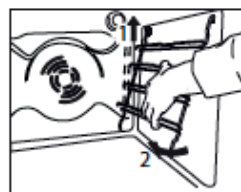
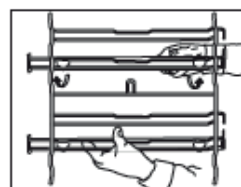

Fig. 1
Fig. 3
Noul dumneavoastră aragaz este dotat cu 2 suporturi cromate pentru grătare, ambalate în cuptor împreună cu grătarele. Rețineți că tijele superioare sunt mai lungi decât cele inferioare și că cârligele se află în partea din spate a cuptorului. Consultați fig. 1. Partea superioară a suportului de grătar se fixează în fantele din peretele lateral al cuptorului, așa cum se arată în Fig. 2. Odată fixate în partea de sus, împingeți tijele inferioare în fantele inferioare din pereții laterali ai cuptorului. Acum permiteți suporturilor de grătar să coboare ușor și să se fixeze. Consultați Fig. 3
1. Scoateți grătarele laterale de susținere (Fig. 1)
Apoi apăsați ferm partea inferioară a grătarelor culisante pe grătarul de susținere până când se fixează în locaș (Fig. 3).